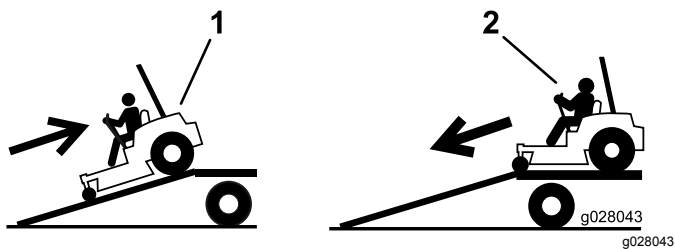

**Figura 37**
5. Utilice los puntos de amarre de la máquina para sujetarla firmemente al remolque o al camión con correas, cadenas, cables o cuerdas (Figura 37).